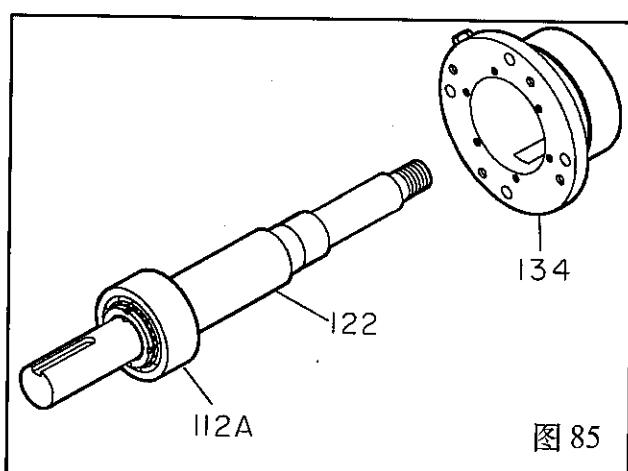

图 85
9. 从带有轴承(112A)的轴上拆下轴承座(134)(图 85)。